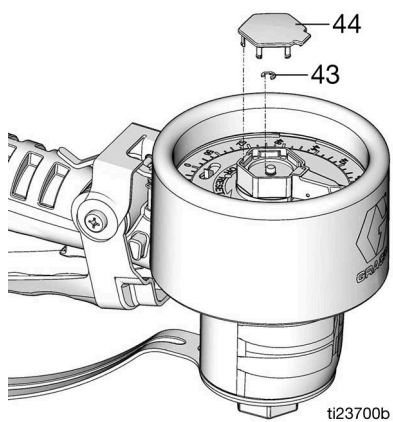

ABB. 35
5. Kleinen Haltering (43) und Abdeckung (44) einsetzen (ABB. 35).